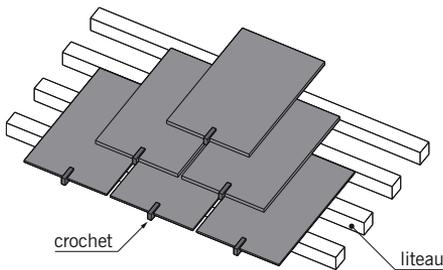

fig. 7.39
- La **pose à pureau entier** : c'est un type de pose couramment utilisé dans lequel chaque rang d'ardoises est décalé par rapport au précédent d'une demi-largeur d'ardoise (fig. 7.39).